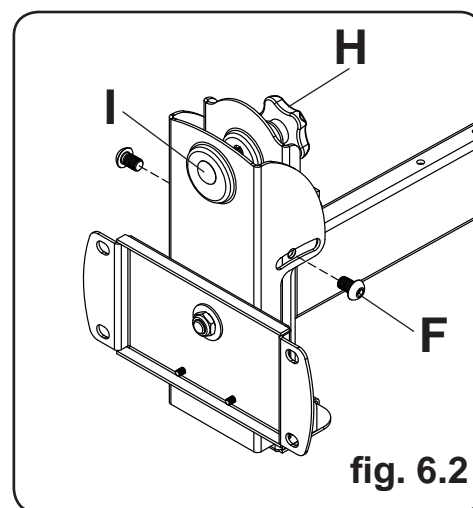

fig. 6.2
- 6-2** Posez les deux vis M10 restantes (F) comme illustré à la figure 6.2. **SERREZ À LA MAIN** les quatre vis M10 pour permettre le réglage de l'inclinaison. Enlevez le ruban adhésif du boulon de carrosserie (I). Pour régler l'inclinaison, poussez le haut de l'écran plasma vers l'arrière pour réduire la pression sur la molette. Réglez l'inclinaison pour obtenir la position souhaitée et serrez la molette de réglage de l'inclinaison (H), puis serrez fermement les quatre vis M10 (F) à l'aide d'une clé hexagonale de 6mm (U).